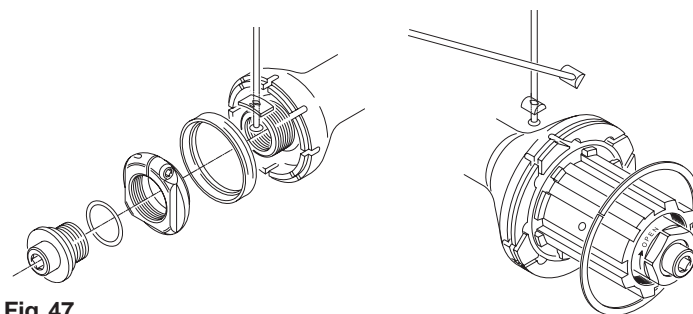

Fig. 47
- Inserite i barilotti nelle apposite sedi del mozzo tenendo il lato di maggior spessore orientato verso l'interno del mozzo (Fig. 47).
- Insert the barrels in their seats in the hub, with the thicker end towards the inside of the hub (Fig. 47).
- Die Speichenbrücken in die Nabe einführen wobei die stärkere Seite zur Nabe hin gehalten wird (Abb. 47).
- Introduisez les barillets dans les logements appropriés du moyeu en maintenant le côté de plus grosse épaisseur tourné vers l'intérieur du moyeu (Fig. 47).
- Introducir los barriletes en los correspondientes asientos del buje, con el lado de mayor espesor girado hacia el interior del buje (Fig. 47).
- Plaats de barrels in de uitsparingen van de naaf met het dikste einde tegenover de binnenkant van de naaf (fig. 47).